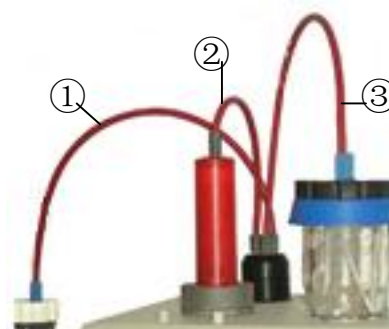

图 5-4
1) 进液管(图 5-4 中的①),一端安装在换向阀上右侧后面的安装孔内(出厂时已经安装好),另一端套好蓝色手拧接头(螺纹端向外)后插到滴定液瓶盖上拧紧。
2) 过桥管(图 5-4 中的②)两端分别安装在换向阀上左侧和泵头上端的安装孔内(出厂时已经安装好)。
3) 滴定管(图 5-4 中的③),一端安装在换向阀上右侧前面的安装孔内(出厂时已经安装好),带有迷宫的一端套好蓝色手拧接头(螺纹端向外)后插到滴定池上盖上螺纹孔中拧紧。(注:滴定池内带有迷宫的一端要插到距液面最近处。)